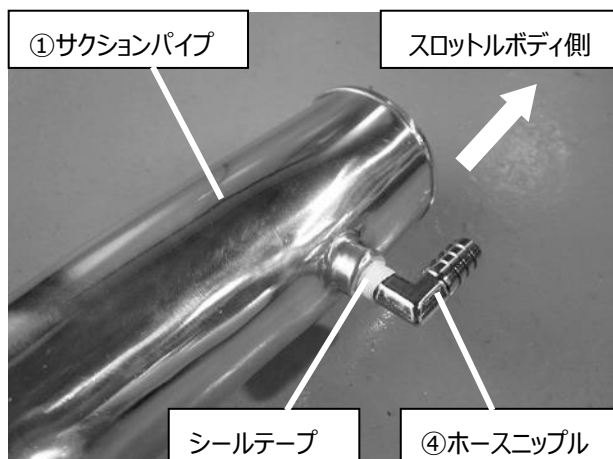

図 2
- 1) 付属の①サクションパイプへ付属の④ホースニップルを取り付けます。(図 2)
ホースニップルの向きは図 2 を参考にスロットルボディ側へ向くように調整しながら締め込みます。